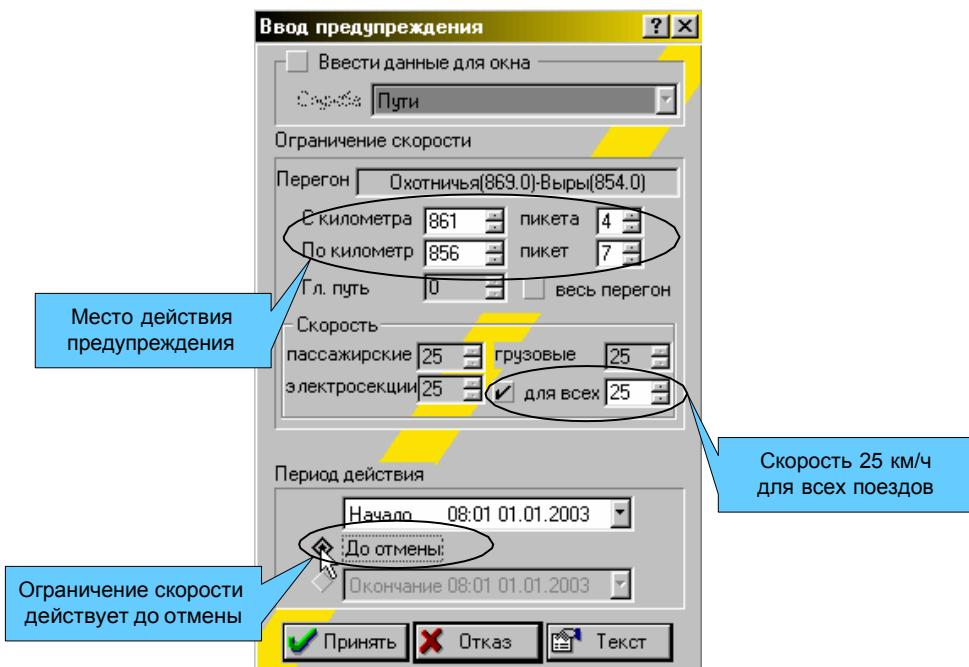
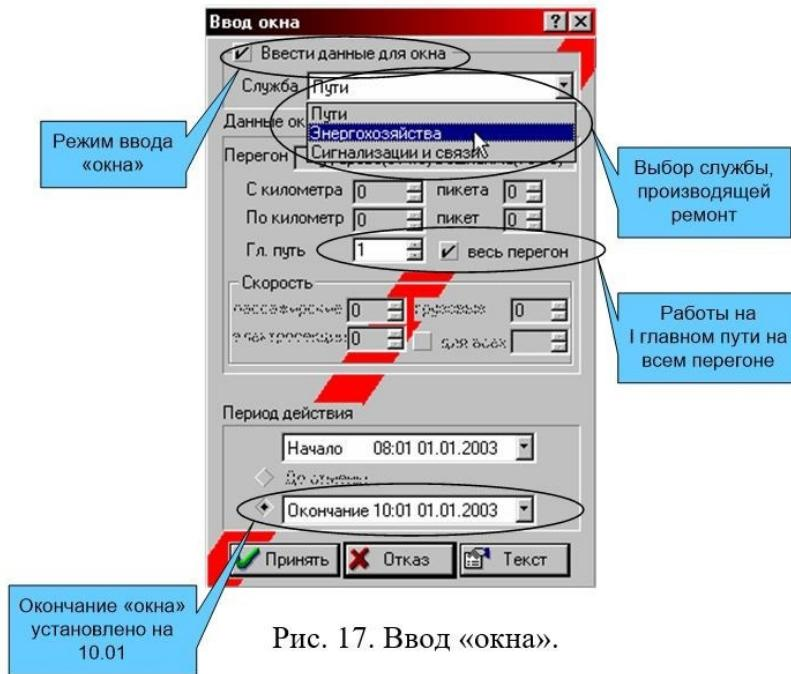

Рис. 16. Ввод предупреждения.
Рис. 17. Ввод «окна».
Для того чтобы ввести данные для окна, необходимо поставить галочку в графе «Ввести данные для окна» (рис. 17).
3. В окне «Ввод предупреждения» (рис. 16) ввести необходимые данные о предупреждении либо, поставив галочку в графе «Ввести данные для окна» (рис.17), установить окно. Отменить действующее предупреждение / окно возможно следующим способом: